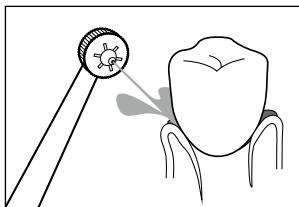
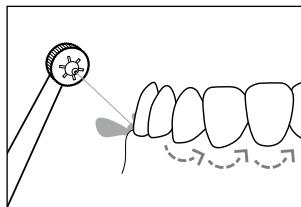

Abb. 8
Abb. 9
- ◆ Zum Reinigen richten Sie den Wasserstrahl auf die Zahnzwischenräume und die Zahnränder. Halten Sie die Aufsteckdüse **②** so, dass der Wasserstrahl die Speisereste vom Zahnfleisch weg abspülen kann (siehe Abb. 8). Bewegen Sie die Aufsteckdüse **②** langsam entlang der Zahnränder von Zwischenraum zu Zwischenraum (siehe Abb. 9). Reinigen Sie auf diese Weise alle Zahninnen- und Zahnaußenseiten.